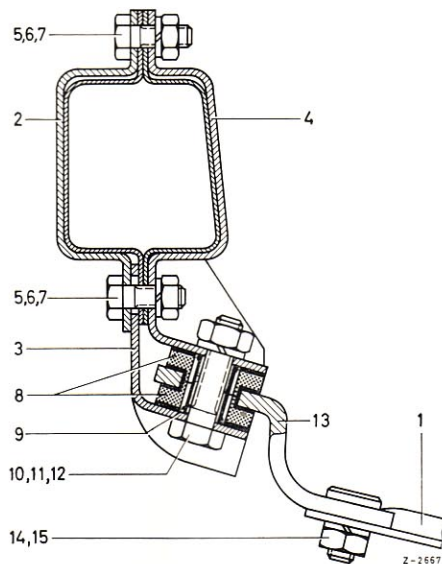

Bild 52-2/2
- Beide Halter (13) an den Befestigungswinkel (3) und den Halter (4) am vorderen Querträger links und rechts, unter Verwendung der Teile Pos. 8 bis 12, befestigen (Bild 52-2/2).